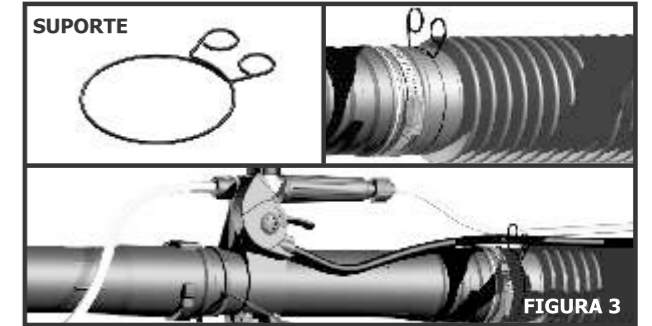

FIGURA 3
**Comando Unificado (H):** Para maior facilidade de montagem (Figura 3), este componente é fornecido com um cabo elétrico e uma mangueira de líquidos conectados. Depois de realizado todo o processo de montagem do item 4.1., coloque o equipamento nas costas e ajuste a posição do comando unificado ("joystick"), deslizando-o para frente ou para trás, conforme indicado na Figura 3, até encontrar a posição mais confortável para operação. Por final, proceda ao aperto dos parafusos do suporte do comando unificado (H), com o uso de uma chave Philips (contida no kit), para fixá-lo na posição definida.